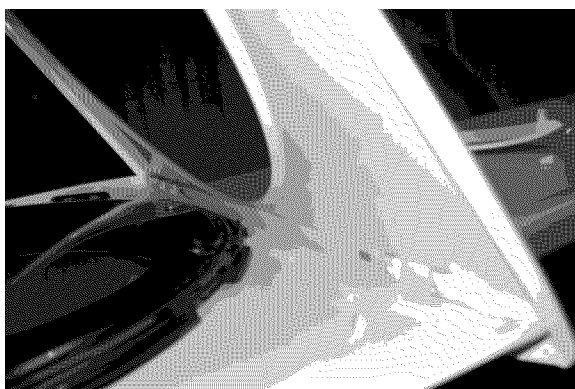

Figure 6
7. Séparez la porte externe du joint interne de la porte avec un couteau ou avec un tournevis plat. (Figure 6).